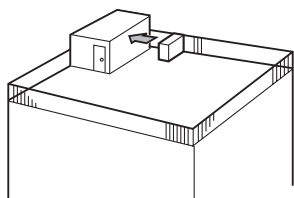

Fig. 2-3
- ① Vend luftutløpet mot nærmeste tilgjengelig vegg, omtrent 50 cm unna vegg. (Fig. 2-3)